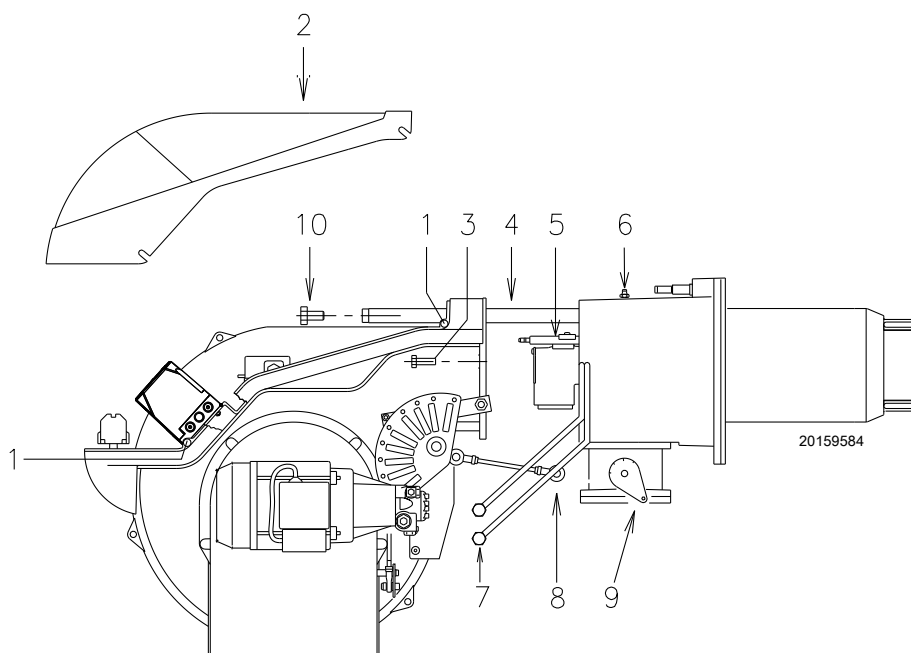

图 46
- 松开螺母 1)，取下保护罩 2) (图 46)。
- 断开轻油管 7) (图 46)。
- 拆下螺丝 3)，将燃烧器沿滑轨 4) (图 46) 向后拉出约 100 mm。
- 此时，在拆下螺丝 6) (图 46) 后可以取出内部部件 5)。